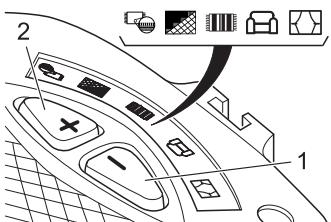

Abb. 14
Sie haben die Möglichkeit, die Saugleistung dem zu saugenden Untergrund anzupassen. Orientieren Sie sich dabei an den Symbolen im Saugleistungsstufen-Display (Abb. 14/1):
- **Taste + (Abb. 14/2)**
- **Taste - (Abb. 14/3)**